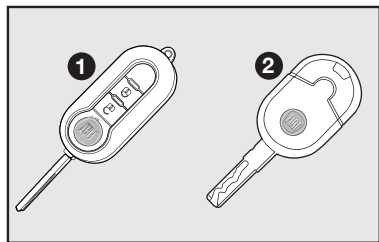

fig. 1
CHAVES - fig. 1
Com o veículo são entregues, conforme versão, duas chaves **1-fig. 1** ou duas chaves **2-fig. 1**.
As chaves **1** ou **2-fig. 1** de uso normal no veículo são usadas para:
- abertura/fechamento das portas por meio do controle remoto (chave **1-fig. 1**).
Para a chave **2-fig. 1** está prevista a predisposição para instalação de controle remoto.